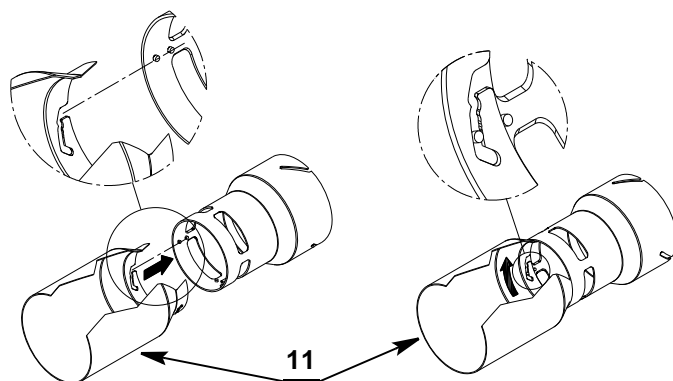

Abb. 28
- Das Flammenrohr 11) (Abb. 28) gemäß den Anweisungen in der Abbildung befestigen.